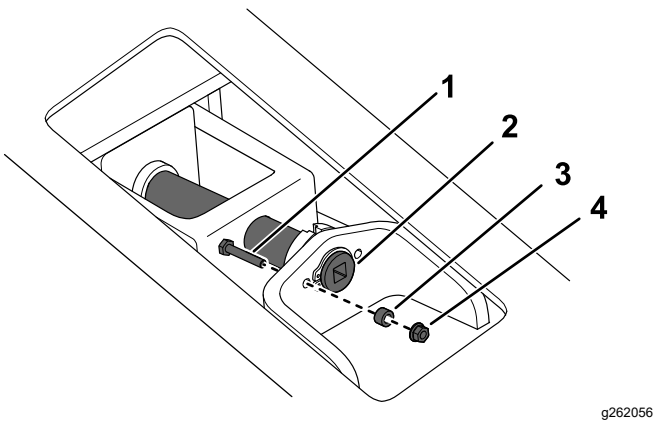
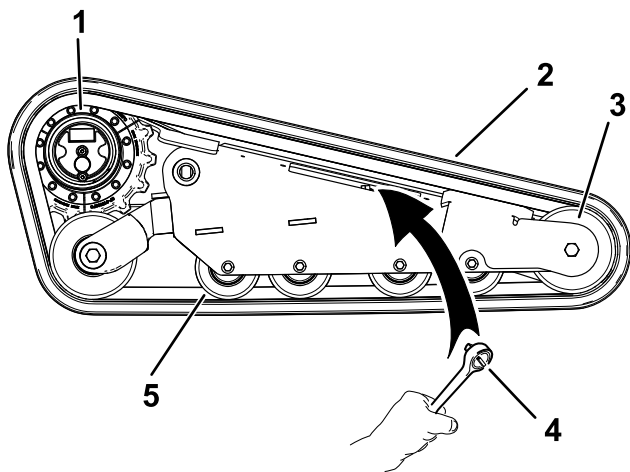

Figure 72
Figure 74
- Enlevez le boulon de blocage, l'entretoise et l'écrou (Figure 72).
- Alignez l'encoche dans la vis de tension et le trou du boulon de blocage le plus proche, et fixez la vis avec le boulon de blocage, l'entretoise et l'écrou (Figure 72).
- À l'aide d'une clé à cliquet de 1/2 po, tournez la vis de tension dans le sens horaire pour détendre la transmission (Figure 72 et Figure 74).
- Enroulez la chenille neuve sur la roue avant (Figure 74).
- Poussez la chenille sous et entre les galets de roulement, puis enroulez-la autour de la roue de tension (Figure 74).